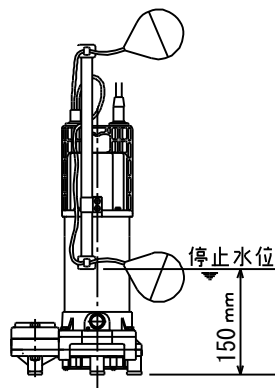

図 5
- (10) 自動形ポンプ (DWSA 型) は図 5 の通りにフロート位置を設定してください。なお、フロートスイッチが水槽の壁面や配管などに接触すると、フロートが動かなくなり、ポンプが始動しない事がありますので障害物から離してください。